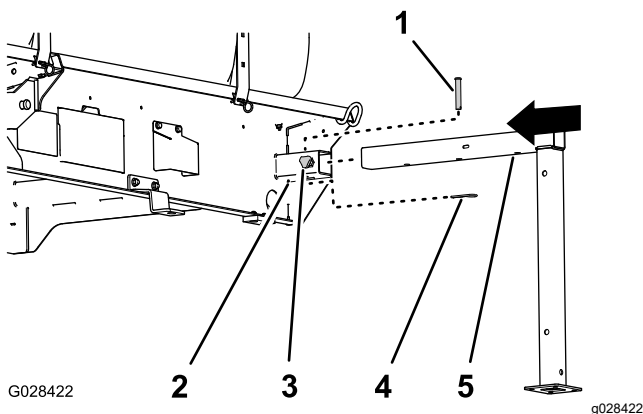

Bild 135
1. Fluchten Sie den vorderen Stützbock mit der Stützbockaufnahme vorne am Behälter aus (Bild 135).
2. Setzen Sie den Stützbock in die Aufnahme, bis das mittlere Loch im horizontalen Stützbockrohr mit dem Loch oben an der Aufnahme ausgefluchtet ist (Bild 135).
4. Schrauben Sie ein Sperrhandrad in die Aufnahme und ziehen Sie es handfest an (Bild 135).